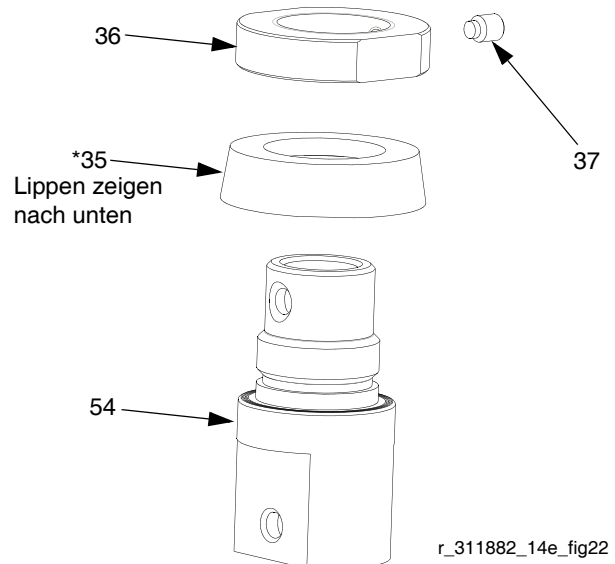

ABB. 22
10. Befestigungsschraube (37) an der Manschette (36) lösen. Manschette von der Kolbengehäuse (54) abnehmen. Rillring (35*) entfernen. Alle Teile auf Beschädigungen untersuchen. Siehe ABB. 22.